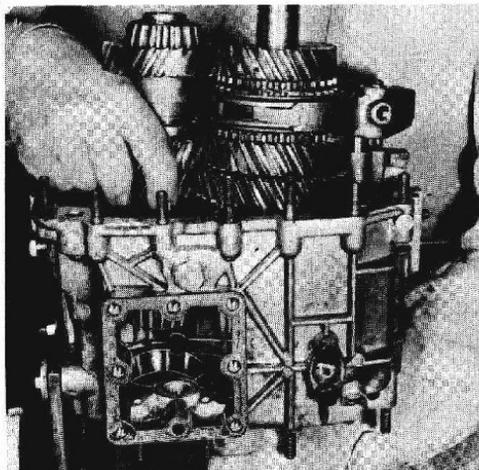

Fig. d-8
- Medir en la extensión trasera (46) la profundidad del alojamiento del cojinete trasero del engranaje quintuple.
- Instalar el suplemento calculado en la extensión trasera (46) y montar esta a la carcasa de la caja de velocidad, apretando sus tuercas a una torsión de 1,5 mkg (10,8 pie-lbs).
- Colocar la horquilla de cambios de 1ra. y 2da. velocidad (26) en la ranura circular del sincronizador de 1ra. y 2da. velocidad, orientando hacia la parte delantera de la caja el nervio de refuerzo de la misma (tomando como referencia el sentido de marcha).
- Introducir el engranaje quintuple en la caja de velocidad. Para ello debe levantarse el extremo trasero del eje principal hasta ubicar detrás del engranaje de 1ra. velocidad, el cojinete trasero del quintuple. Luego introducir juntos ambos ejes hasta su posición final. Ver Fig. d-8.